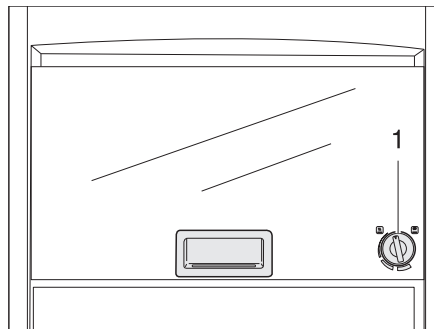

Bild 346 Gasbackofen (Dometic)
- Den Drehregler (Bild 346,1) leicht drücken und nach links auf eine beliebige Position drehen.
- Den Drehregler (Bild 346,1) auf "O" drehen. Die Flamme erlischt.